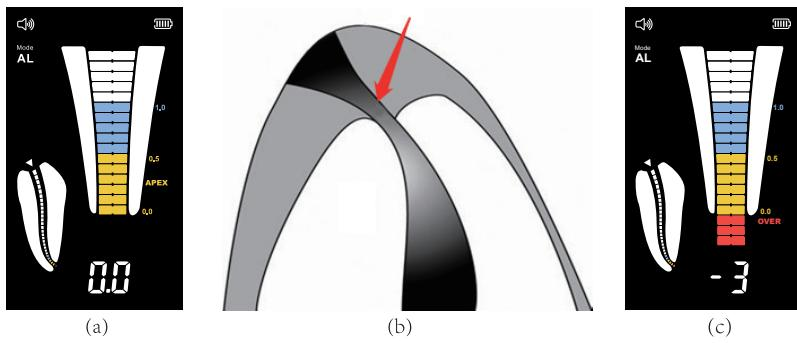

Bild 7
a) Wenn der Anzeigebalken die Position der Skala 0,0[Bild 7(a)], [Bild 7(b)] erreicht und auf dem Bildschirm "APEX" erscheint, hat die Endofeile das anatomische Foramen apicale erreicht. Ziehen Sie von der gemessenen Länge 0,5-1,0 mm ab, um die Arbeitslänge zu erhalten.
b) Wenn der Anzeigebalken den roten Bereich "OVER" erreicht [Abbildung 7(c)], zeigt dies an, dass die Endofeile das apikale Foramen überschritten hat.